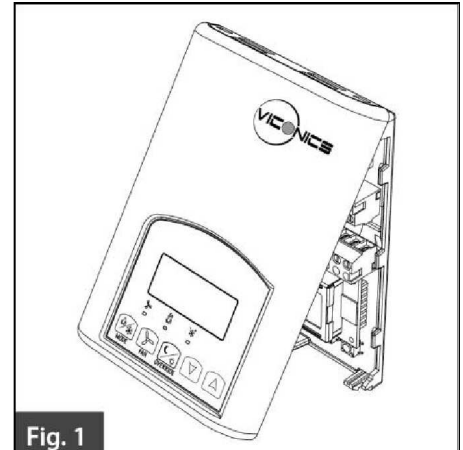

Fig. 1
- Потянув на себя нижнюю часть передней панели, откройте устройство (см. Fig.1).